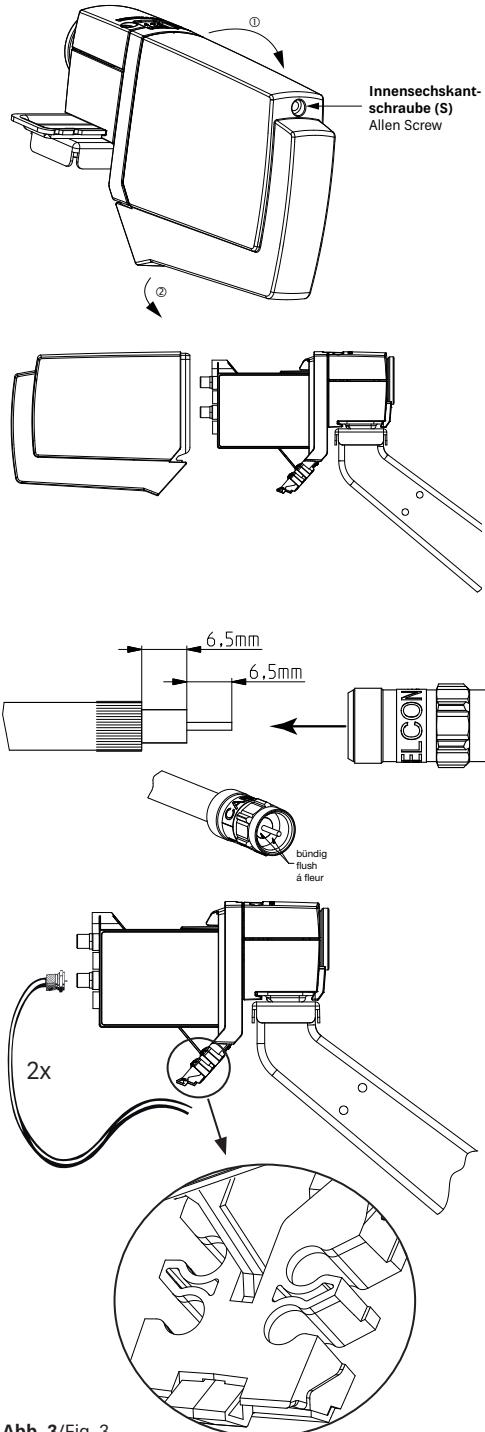

Abb. 3/Fig. 3
Kabelanschluss (Abb. 3)/Cable connection (Fig. 3)
3. Angeschlossene Kabel nach vorne führen und seitlich in den Kabelhalter (siehe Vergrößerung in Abb. 3 unten) eindrücken.
4. Haube aufschieben bis sie in die Nut eintaucht und im unteren Bereich einrastet. Innensechskantschraube (S) festziehen.
3. Lead the connected cable forwards and insert sideways into the cable fastening (see close-up in fig. 3 below).
4. Slide on the cover until it fits into the groove and locks in the bottom section. Tighten Allen screw (S).